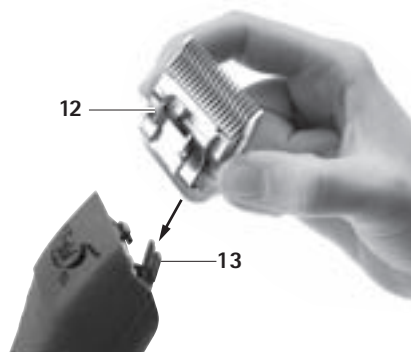

Рис. 2
- Насадить стригущую головку **12** на открытый шарнир ножа **13**, см. Рис. 2.
- Слегка нажать на стригущую головку **12** в направлении машинки для стрижки FAV5, см. Рис. 2.